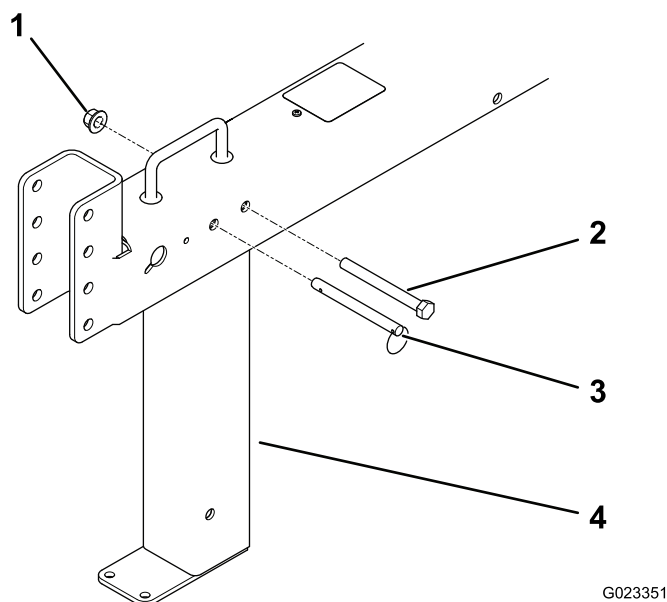

Figure 4
5. Alignez le trou supérieur arrière du pied stabilisateur avant (Figure 4) et le trou le plus en arrière, près de la poignée à l'avant de la barre de remorquage.
6. Insérez le long boulon dans les trous et fixez-le avec un contre-écrou serré à 102 Nm (75 pi-lb); voir Figure 4.
7. Insérez l'axe de chape (Figure 4) pour bloquer le pied stabilisateur avant en position.